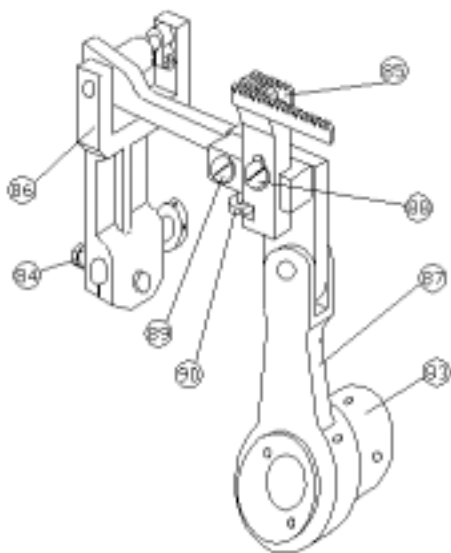
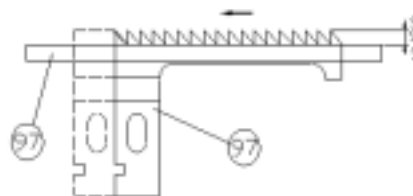

Fig. 25
Fig. 26
- (b) Afloje los tornillos del excéntrico de elevador de perro de forraje (83) y los tornillos del tenedor punto - alargar. Precisamente verdadero arriba del agujero de aguja del placa de garganta (28) con la aguja, se asegurar de que el placa de garganta esté en un puesto ortogonal. Fig. 25.
- (c) Centre al perro de forraje (85) en el placa de garganta que debe ser arreglado de antemano, con el propósito de que a los finales de su travesía los dos finales del perro de forraje son equidistantes de las partes interiores de los huecos en el placa de garganta; hacer esto ajuste el tenedor punto-
alargar (86) y cambie de lugar el excéntrico de elevador de perro de forraje (83) a lo largo de su eje para evitar puestos descentrados que podían causar las distorsiones al movimiento si necesario. Ajuste los tornillos del excéntrico de elevador de perro de forraje y el tenedor punto - alargar. FIG.25.
- (d) Afloje los tornillos sujetar con abrazadera del excéntrico de puntada - lengthener (91). Gire la mano - rueda para traer el barra de aguja a su L.C.D. Cambie de lugar al lengthener de punto excéntrico en forma radial al puesto en el que el perro de forraje no se mueve cuando el soporte de lengthener de punto es cambiado de lugar por mano (80). Ajuste los tornillos del excéntrico mientras guardar el rod sintonizando en línea (92).
- (e) Gire la mano - rueda para traer al perro de forraje (85) a su punto más alto encima del placa de garganta y ajuste que los dos tornillos (88-89) coloquen al perro de forraje paralelo al placa de garganta.
- (g) La altura máxima del perro de forraje encima del placa de garganta debe ser 0.8 mm cuando el barra de aguja está a su U.D.C. Fig. 26